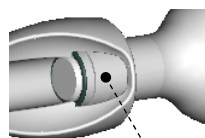

图 7.9.5 元件固定
Step3. 选择“固定”约束，将其固定，如图 7.9.5 所示。